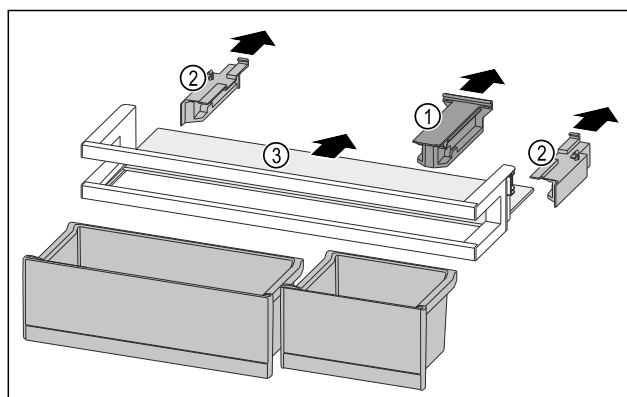

Fig. 212
- Estrarre l'elemento di tenuta Fig. 212 (1).
- Togliere gli elementi laterali Fig. 212 (2).
- Rimuovere il ripiano Fig. 212 (3).